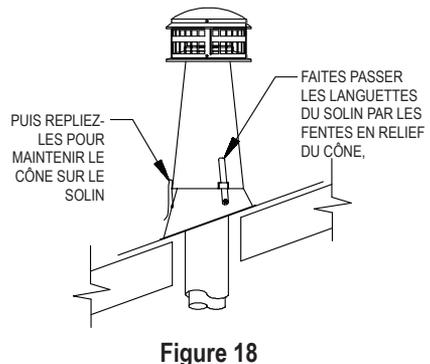

Figure 18
6. Cône supérieur. Glissez le cône supérieur sur le solin, de sorte que les bandes verticales du solin coïncident avec les fentes à la base du cône. Glissez les sangles dans les fentes comme indiqué sur la **Figure 18**. Ajustez le cône supérieur à une position généralement verticale. En maintenant le cône supérieur en position, pliez les sangles vers le bas comme indiqué.